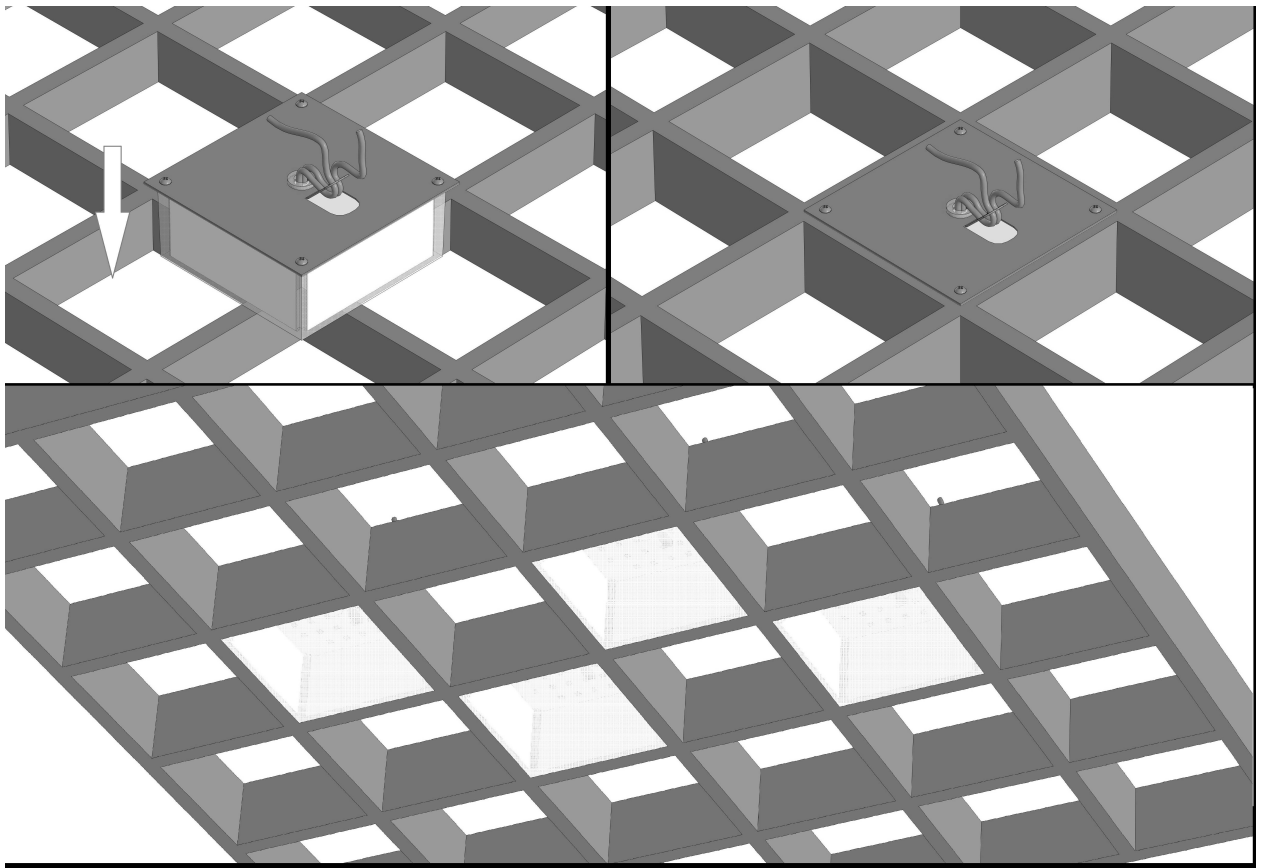

Рисунок 5 - Схема установки светильника ДВО09 потолок
5.3 Установите светильник на опорную поверхность (см. рисунок 5).